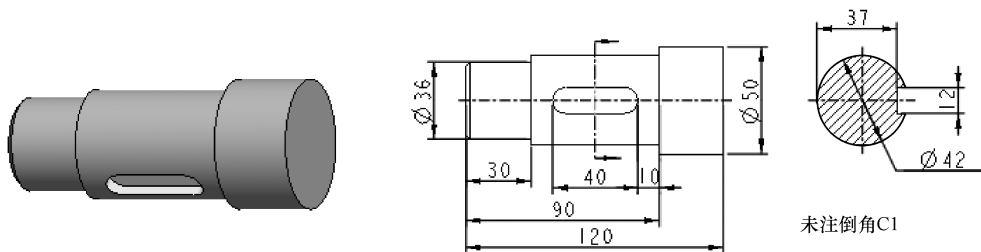

图 5-14 轴模型
【例 5-2】 分别使用特征型基准面和实时型基准面创建如图 5-14 所示的轴模型。
(6) 在图形区单击鼠标中键完成模型创建, 最后结果为如图 5-14 所示的立体模型, 图形区和模型树中出现“DTM1”基准面。
(6) 在图形区单击鼠标中键完成模型创建, 最后结果为如图 5-14 所示的立体模型, 图形区和模型树中不出现“DTM1”基准面。